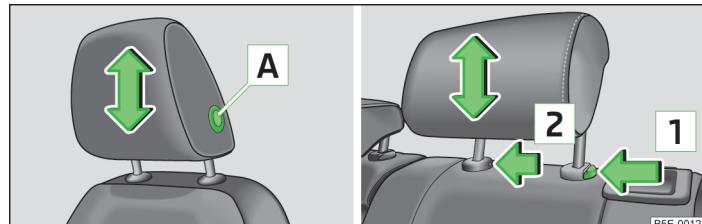

Fig. 49 Reposacabezas: delantero/trasero
- Coja el reposacabezas delantero por los lados con ambas manos, pulse y mantenga la tecla de seguridad **A** » fig. 49 y desplace el reposacabezas.
- Coja el reposacabezas trasero por los lados con ambas manos y empújelo hacia arriba » fig. 49.
- Pulse la tecla de seguridad en sentido de la flecha **1** » fig. 49, presionando al mismo tiempo con un destornillador plano con un ancho de 5 mm como máx. la tecla de seguridad en el orificio **2**, y retire el reposacabezas.